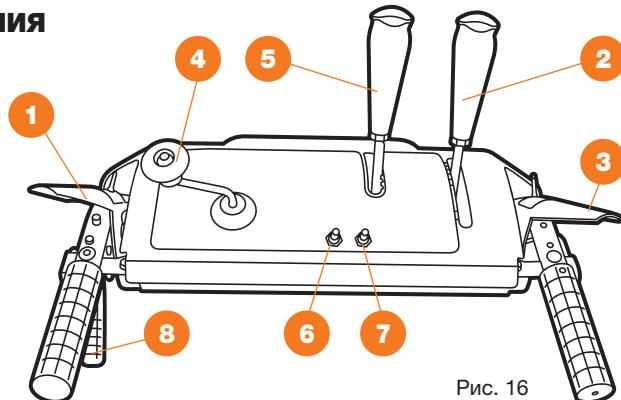

Рис. 16
Описание основных элементов управления панели управления (Рис. 16).
- Установите требуемую рабочую скорость движения переключением передачи на панели управления. Перемещая рычаг выбора скорости движения **2** (Рис. 16, стр. 27), установите его в одно из шести положений **ВПЕРЕД** или в одно из двух положений **НАЗАД**.
- Нажмите на рычаг включения вращения шнека **3** (Рис. 16, стр. 27), и шнеки начнут вращаться. Отпустите его, и шнеки остановятся.
- Нажмите на рычаг включения привода колес **1** (Рис. 16, стр. 27) и снегоуборщик начнет движение. Отпустите его и движение будет остановлено.
- При отпущенном рычаге включения вращения шнека **3** (Рис. 16, стр. 27), трос привода должен иметь небольшое ослабление. Он не должен быть сильно натянут.
- Находясь в положении оператора (за снегоуборщиком) включите шнек, нажав на рычаг включения привода вращения шнека ③ (Рис. 16, стр. 27).
- Оставьте шнек в рабочем состоянии примерно на 10 секунд, после чего опустите рычаг включения шнека ③ (Рис. 16, стр. 27). Повторите эту процедуру несколько раз.
- При включенном двигателе и установленном в верхнее положение рычаге включения шнеков ③ (Рис. 16, стр. 27), подойдите к снегоуборщику со стороны ковша.